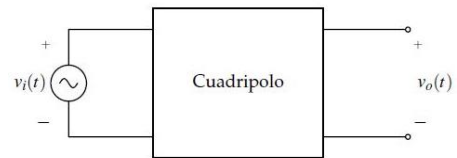

Figura 3: Circuito a realizar en el laboratorio
- a. Tomar lecturas de $v_i(t)$ y $v_o(t)$ (no olvidar el ángulo) para un rango de frecuencias lo suficientemente amplio en el circuito de la Figura 1, (incluyendo la frecuencia de corte f_c) para poder realizar una buena gráfica de respuesta en frecuencia. (Tener cuidado en el rango 250-7500 Hz). Véase la Figura 3.